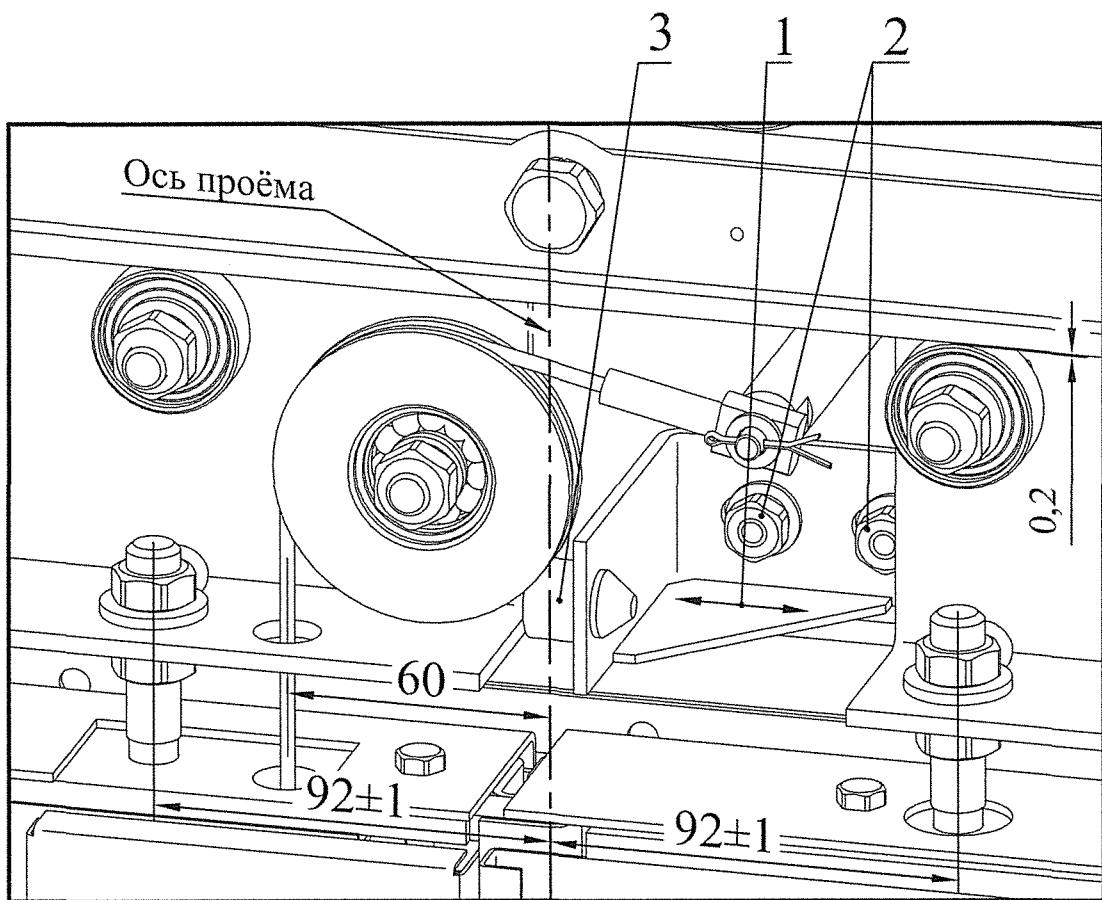

Рисунок 9 – Регулировка центрального упора
2.4.1 Регулировка центрирования створок осуществляется перемещением центрального упора на балке двери шахты (рисунок 9), необходимо:
Также необходимо выставить зазор 0,2 мм между контроллерами всех кареток и направляющими линейками балки двери (рисунок 9).